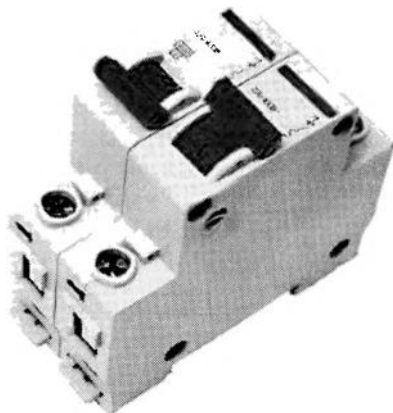

Рис. 2.41. Блок автоматических выключателей
**Автоматы** (рис. 2.41), как их чаще всего называют, устанавливаются на входе в дом или квартиру и располагаются в специальных боксах, металлических или пластиковых. Существует множество разновидностей ВА. Некоторые из них служат лишь в качестве выключателей цепи и предохранения сети от перегрузки. Таковы, например, старые ВА типа АЕ в черном карболитовом корпусе. В большинстве старых щитков в подъездах жилых домов стоят именно такие. Они достаточно надежны и успешно эксплуатируются до сих